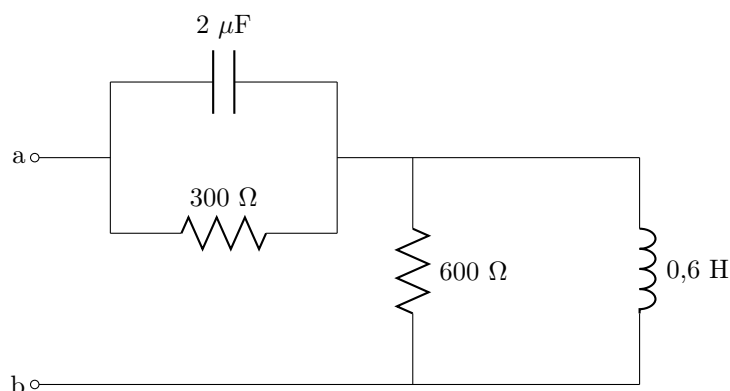

Figura 4.8: Circuito del problema 36.
36. Encuentra la impedancia de entrada entre los terminales a y b de la figura 4.8, si  $\omega$  es igual a: a)  $800 \text{ rad/s}$ ; b)  $1.600 \text{ rad/s}$ .